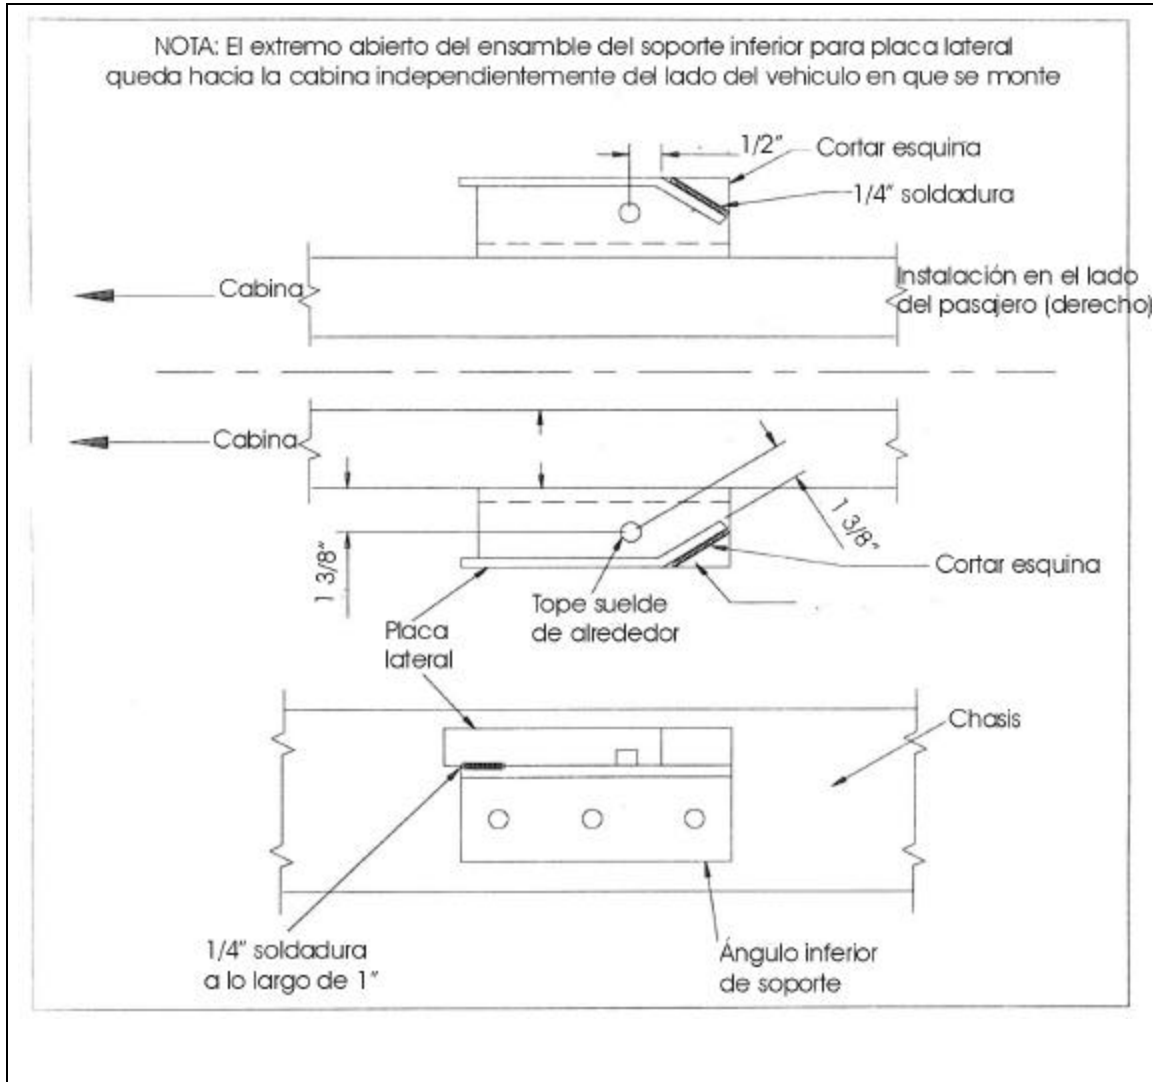

Figura 21: Posiciones del ángulo inferior de soporte y del tope.
5. Suelde la placa lateral y el tope respetando las dimensiones que se muestran en la figura 21.
6. Quite la esquina del ángulo de soporte inferior como se muestra en la Figura 21.